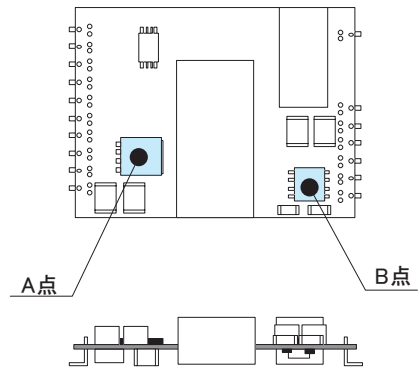

図8.20 強制通風時の温度測定箇所
(3) 強制通風時の温度測定箇所
■強制通風時は、図8.20のA点およびB点の温度が120°C以下となるように通風して、ご使用ください。